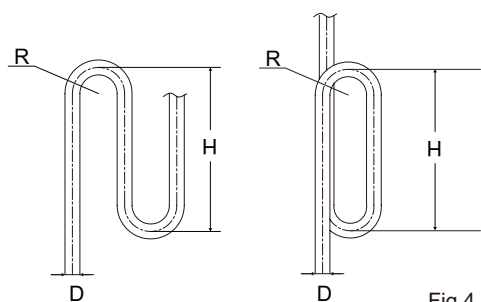

Fig 4.12
- Wanneer de buitenunit zich boven de binnenunit bevindt en het niveauverschil meer dan 20 m bedraagt, wordt aanbevolen om de 10 m een olietourbocht aan te brengen op de gasleiding van de hoofdleiding. De aanbevolen specificaties van de olietourbocht zijn zoals weergegeven in afbeelding 4.12.
Vereiste: Het grootste niveauverschil tussen de binnenunit en de buitenunit mag niet meer zijn dan 30 m (buitenunit aan de bovenkant) of 20 m (buitenunit aan de onderkant). Bovendien: als de buitenunit zich boven de hoofdleiding bevindt en het niveauverschil groter is dan 20 m, wordt aanbevolen om elke 10 m een olietourbocht met afmetingen zoals aangegeven in afbeelding 4.12 in de gasleiding van de hoofdleiding aan te brengen.